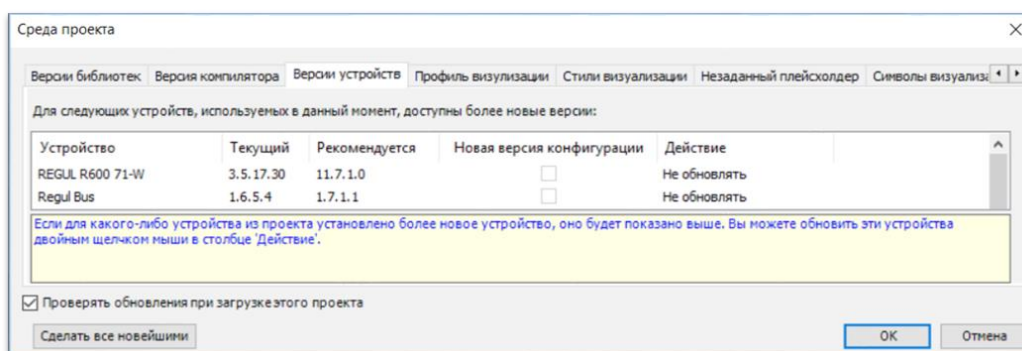

Рисунок 251 – Среда проекта. Версии устройств
- в проекте должна использоваться версия устройства 3.5.17.30 модуля ЦП. Текущую версию устройства можно определить, перейдя в меню **Проект** ⇒ **Среда проекта** ⇒ **Версии устройств** (Рисунок 251);